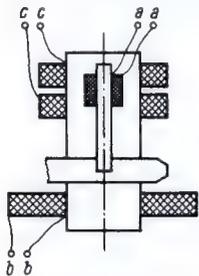
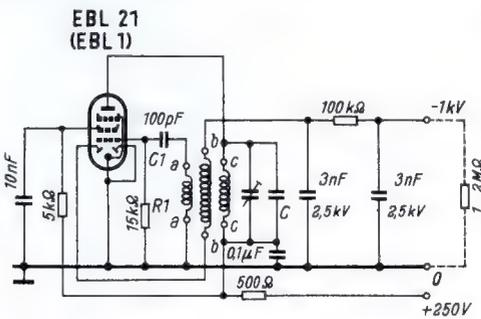
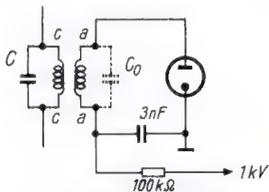

Bild 1. VE-Spulensatz des Hochspannungs-Transformators mit eingebauter Kopplungsspule
Bild 2. Die Schaltung des Hochspannungs-Generators
Bild 3. Prinzip des Gleichrichterkreises
Des öfteren wurde vorgeschlagen, hohe Anodenspannungen für die Strahlröhre von Oszillografen in einer Schwingerschaltung zu erzeugen. Meist fehlten jedoch die Angaben für den erforderlichen Spulensatz. Hierzu eignet sich aber sehr gut einer der bekannten VE- oder DKE-Spulensätze nach Bild 1.
Der Hf-Hochspannungsgenerator wird nach Bild 2 in Meißner-Schaltung betrieben. Die MW-Spule bildet zusammen mit dem Kondensator C den eigentlichen Schwingkreis. Eine Zusatzwicklung a-a mit etwa 20...30 Windungen auf einem Trolitul-Spulenkörper von 8...10 mm Durchmesser bildet die Gitter- bzw. Rückkopplungsspule. Sie wird nach Bild 1 im Innern des VE-Spulensatzes befestigt. Die LW-Spule b-b mit ihrer hohen Windungszahl bildet die sekundäre Wicklung des Hf-Transformators. An sie ist die Gleichrichterschaltung anzuschließen.
1. Der Wert der Kreiskapazität wird hier absichtlich nicht genannt, er muß nämlich im Betrieb experimentell ermittelt werden. Der Abstimmkreis mit dem Kondensator C ist dabei in Resonanz mit dem Sekundärkreis (Spule b-b) zu bringen, um die hohe Spannung von etwa 1000 V zu erhalten. Es handelt sich hierbei um zwei gekoppelte Kreise; sind sie nicht auf die gleiche Frequenz abgestimmt, so erhält man höchstens 200...300 V Sekundärspannung. Zum Abgleichen auf Resonanz bzw. maximale Ausgangsspannung benutzt man zweckmäßig einen Drehkondensator. Ist der richtige Kapazitätswert ermittelt, dann wird er durch einen Festkondensator C ersetzt. Außerdem empfiehlt sich, wie in Bild 2 angegeben, einen Trimmer parallel zu C anzuordnen. Die Kapazität des Sekundärkreises besteht nur aus der Eigenkapazität  $C_0$  der Spule. Bild 3 gibt die Schaltung des Sekundärkreises in der üblichen Darstellungsweise wieder.